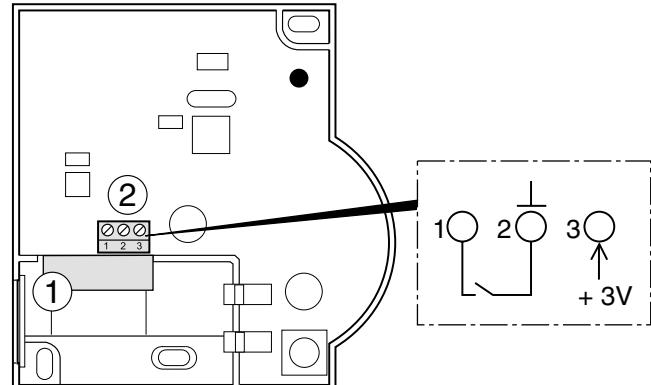

Figura 7: Conexión de la fuente de energía externa (sólo HCW 82)
- ▶ Introduzca el cable del equipo de alimentación de red hacia el interior, a través del agujero de la caja (1) (véase Figura 7).
- ▶ Conecte el cable de salida al borne (2) (véase Figura 7).
- Conecte un sensor con contacto libre de potencial al HCW 82 (instalación en la conexión 1 y conexión 2, véase Figura 7 (2), página 21).